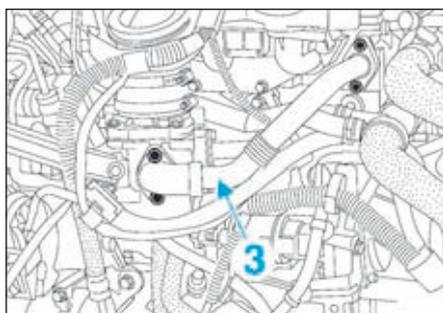

FIG.146
- Déposer le tuyau (2) d'air en sortie d'échangeur air-air.
- Déposer le tuyau (3) de recirculation des gaz d'échappement (Fig.146).